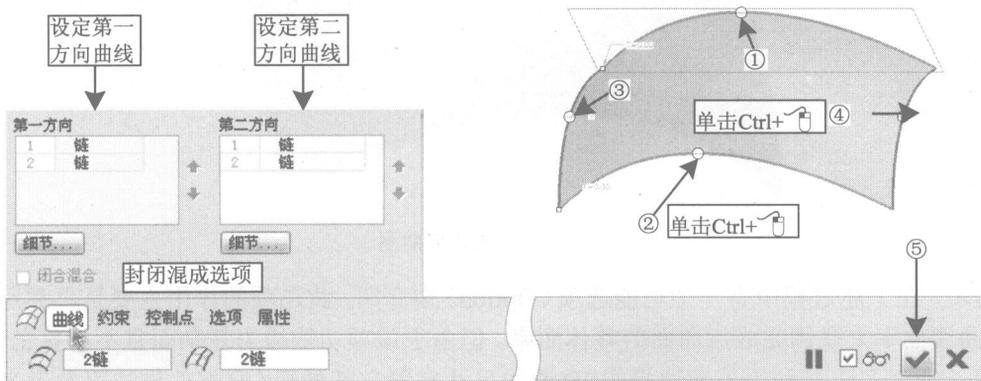

图 1-9 混合曲面 (Boundary Blend)-设定曲线方向
单击选择窗口下方设定窗口的曲线 (Curves)。再在第一方向 (First direction) 内选择①与②两处→再在第二方向 (Second direction) 选择③与④两处→⑤单击 确定, 如图 1-9 所示。